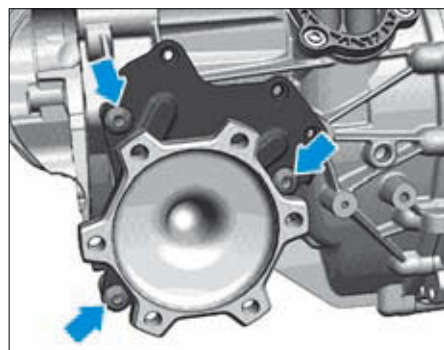

FIG. 2
- Déposer les vis de palier de fixation (flèches) de bride de transmission gauche (Fig.2).
- Reposer le palier de fixation de bride de transmission gauche dans la boîte de vitesses (Fig.2).